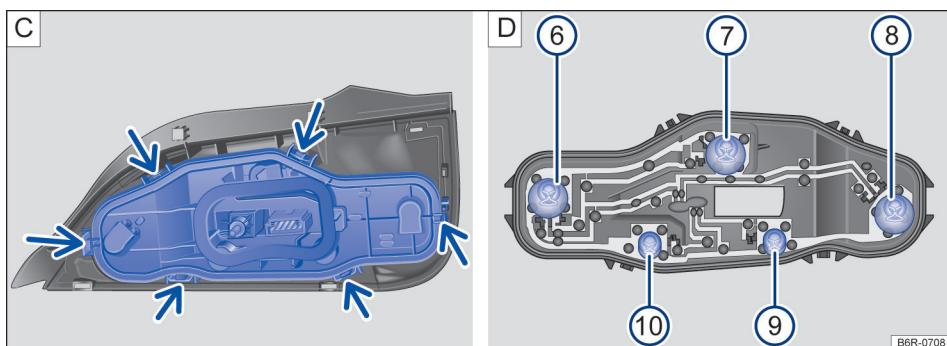

Fig. 114 Lanterna traseira: C: desinstalar o suporte da lâmpada, D: desinstalar a lâmpada incandescente.
9. Para destravar o suporte das lâmpadas, pressionar cada lingueta de travamento (setas) → Fig. 114 C no sentido das setas.
11. Para remover as lâmpadas incandescentes queimadas → Fig. 114 D, pressionar a lâmpada contra o suporte e girar no **sentido anti-horário** para removê-la.
15. Instalar o suporte das lâmpadas na lanterna traseira. As linguetas de travamento → Fig. 114 C (setas) devem encaixar de forma audível.
A localização e a identificação das lâmpadas incandescentes → Fig. 114 D estão relacionadas a seguir: